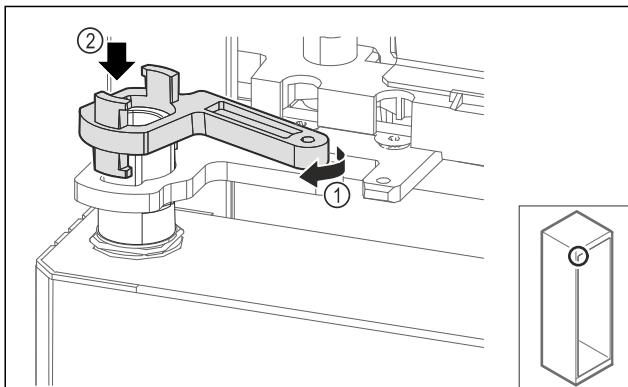

Fig. 58
- ▶ Girar ligeramente el bloqueo del soporte de cojinetes Fig. 58 (1) y colocarlo sobre el manguito Fig. 58 (2).